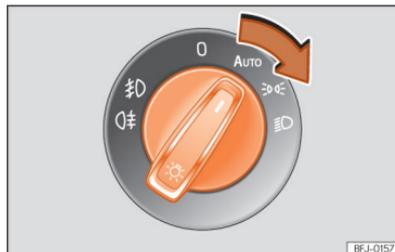

Fig. 82 Painel de instrumentos: comando das luzes.
• Ligue a ignição e rode o comando das luzes para a posição desejada »» **Fig. 82.**